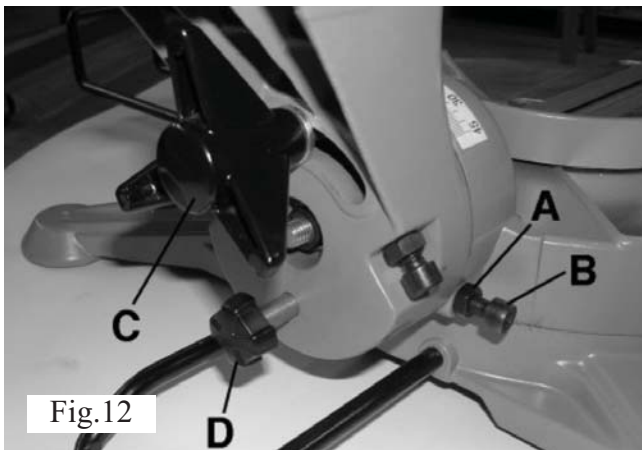

Fig.12
11. Lossa de båda muttrarna (A) fig. 12 på sidorna om snedvinkelaxeln som håller de två låsskruvarna (B) på plats. Lossa snedkapningslåset (C) och dra justerknappen (D) utåt.
5. Lossa snedkapningslåset (C) fig. 12 och vinkla kaparmen (mellan 0° och 45° till vänster eller höger). Dra åt snedkapningslåset.
5. Lossa snedkapningslåset (C) fig. 12 och vinkla